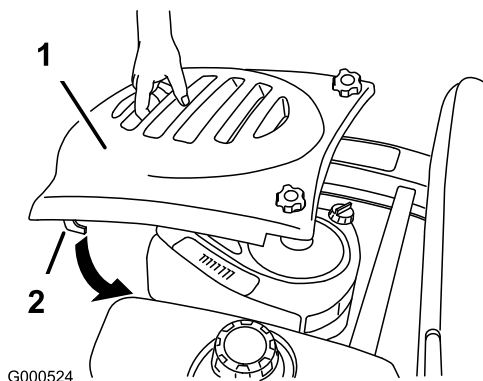

Figura 18
2. Para instalar el capó, coloque los ganchos en las ranuras y deslice el capó hacia adelante (Figura 18).